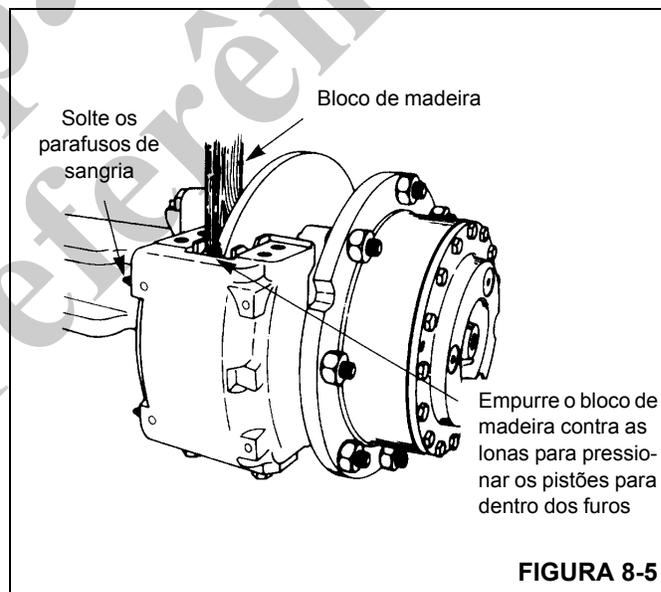

FIGURA 8-5
4. Use um pedaço de madeira apoiado nas lonas como uma alavanca para empurrar os pistões completamente para dentro da carcaça. Aperte os parafusos de sangria (Figura 8-5).